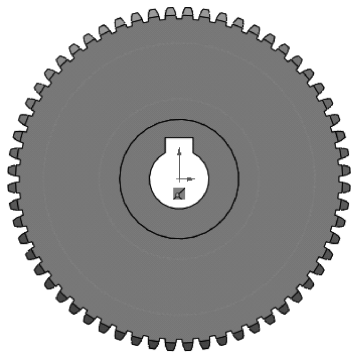

图 12-11 绘制草图并标注尺寸 2
4) 单击模型实体下表面平面，使其成为草图绘制平面。单击【标准视图】工具栏中的 (正视于) 按钮，并单击【草图】工具栏中的 (草图绘制) 按钮，进入草图绘制状态。使用【草图】工具栏中的 (圆弧) 工具，绘制如图 12-11 所示的草图。单击 (退出